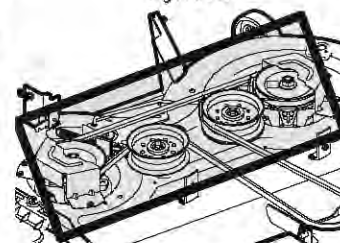

Figura 33
- Limpie la parte de arriba de la plataforma del tractor, debajo de las cubiertas del husillo y el área de la correa. Consulte la Figura 33.